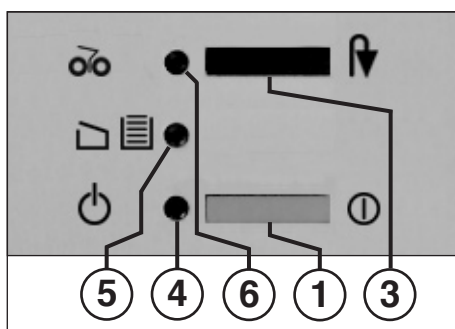

fig. 1
## 1 = Trykkontakt (fig. 1)
## 3 = Trykkontakt „tilbage“ (fig. 1)
## 4 = Kontrolindikator „driftsklar“ (fig. 1)
„beholder fyldt“ / „dør åben“ (fig. 1)
## 6 = Kontrolindikator „papirstop“ (fig. 1)
- Maskinen tændes på trykkontakt (1) (fig. 1). Kontrolindikator (4) (fig. 1) tænder.
Når opsamlingsposen er fyldt op, slukker maskinen. Kontrolindikatoren „Opsamlingspose fuld“ (5) (fig. 1) lyser. Opsamlingsposen tømmes på følgende måde:
- Skub skyderammen med opsamlingsposen ind og luk døren. Kontrolindikator (5) (fig. 1) slukker.
Husk at slukke for maskinen om natten (tryk på trykkontakt (1) (fig. 1)).
- Kontrolindikator (6) (fig. 1) tænder.
- Trykkontakt „tilbage“ (3) (fig. 1) betjenes kortvarigt.
- Kontrolindikator (6) (fig. 1) slukker.
Hvis motoren overbelastes, slukker den automatisk. Sluk for maskinen på trykkontakt (1) (fig. 1).